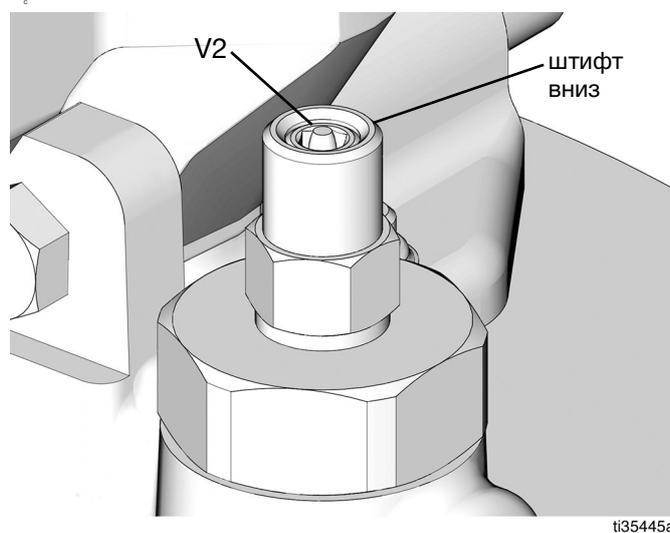

Рис. 18
2. Убедитесь в том, что штифт клапана защиты от переполнения (V2) опустился в исходное положение, что указывает на то, что устройство вернулось в свое исходное состояние (Рис. 18).